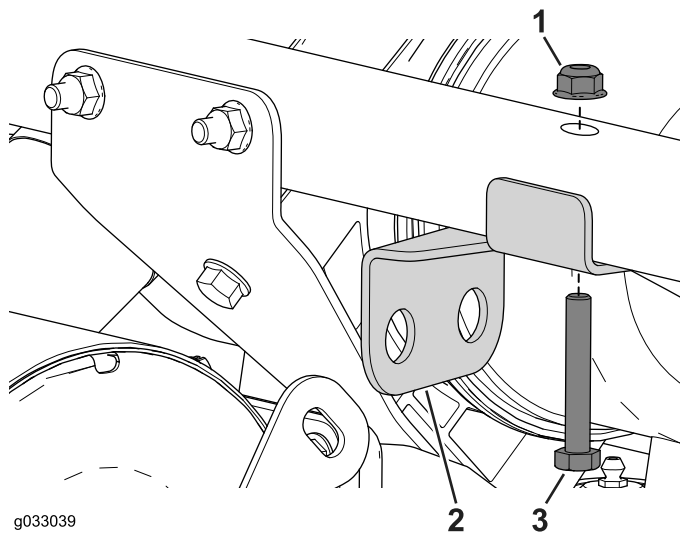

図 21
2. ボルト 5/16 x 2" を使って、ホースブラケットをフレームに固定する 図 21。